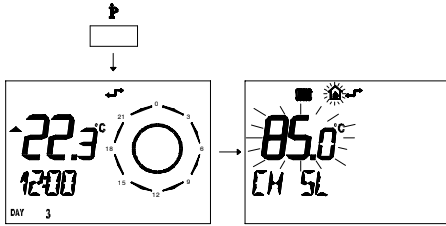

fig. 5.40
- 1 Premere per più di 3 secondi il pulsante  per entrare in modalità *INFO*. (fig. 5.40)